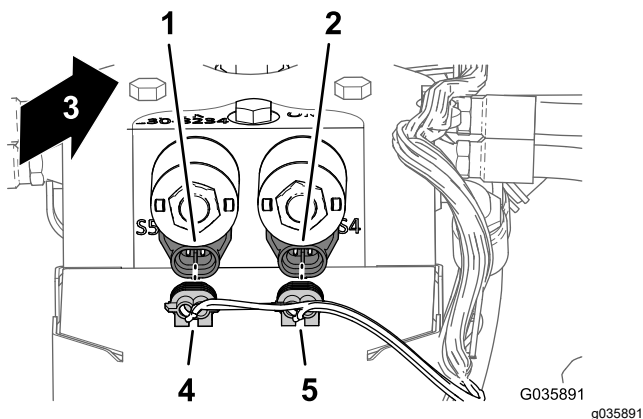

Figura 26
2. La partea din spate a colectorului cilindrului de ridicare, conectați cei 2 conectori electrici ai cablului pentru braul sonic la solenoizii pentru controlul activării sonice, aa cum se arată în Figura 26.